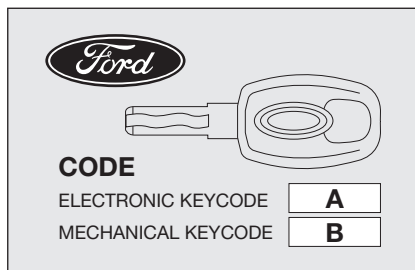

fig. 3
**CODE CARD** (fås på efterspørgsel, afhængigt af versioner/markeder) fig. 3